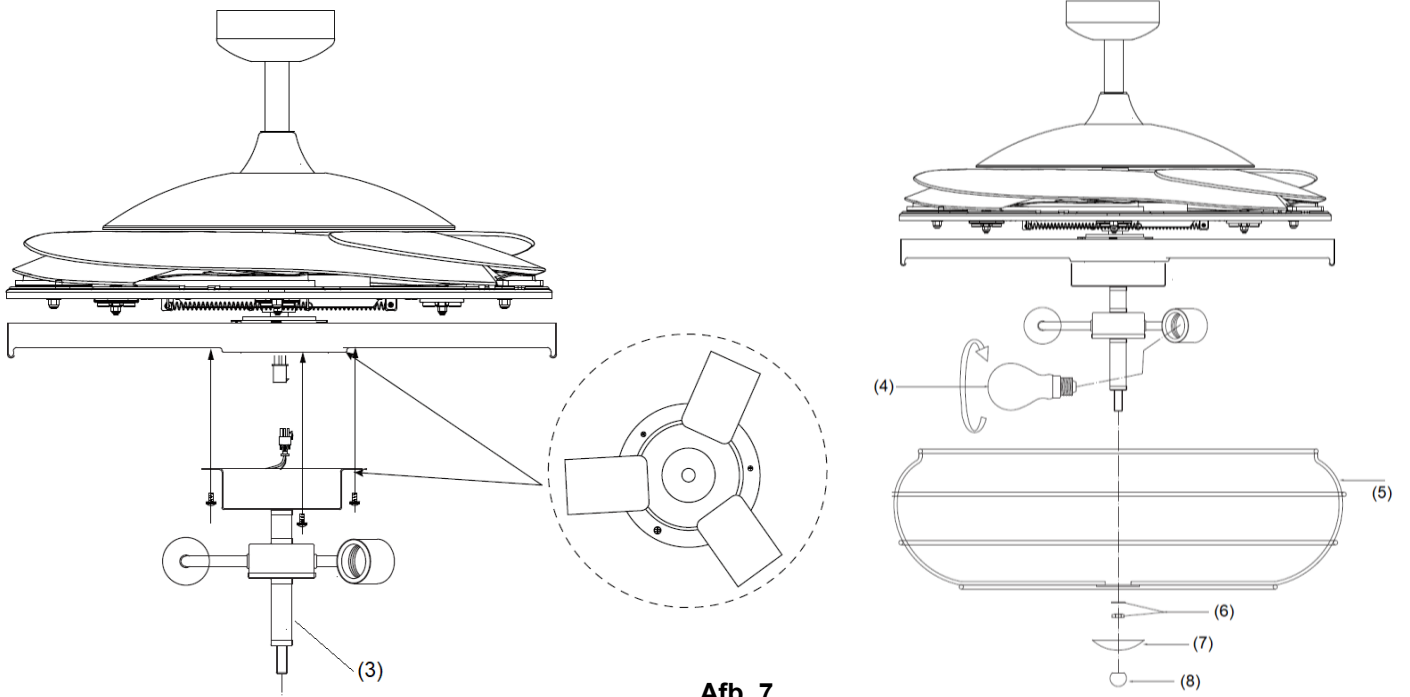

Afb. 6
#### DE LICHTMODULE INSTALLEREN (Afb. 6 & 7)
1. Draai de schroef (1) uit de ventilatorbeugel los. Breng de twee schroeven op één met de sleutelgaten (2) van de lichtmodulebeugel. (Afb. 6)
2. Draai de lichtmodule tegen de klok in totdat de schroeven stevig tegen het einde van de sleuven (2) zijn vastgemaakt.
3. Maak de schroef (1) vast aan de beugel van de lampenkap. Draai de drie schroeven vast. Draai ze niet te vast aan.